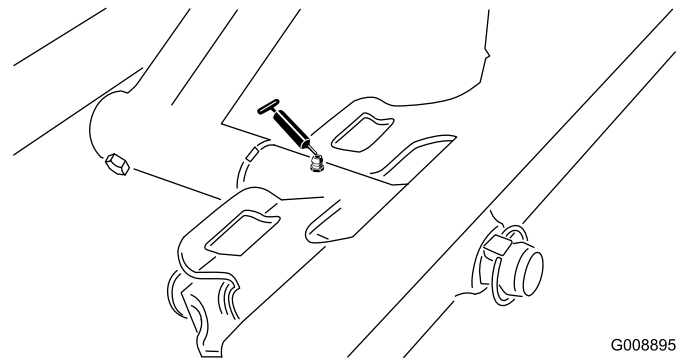

Figura 51
- Perno dell'apparato di taglio anteriore (Figura 51)